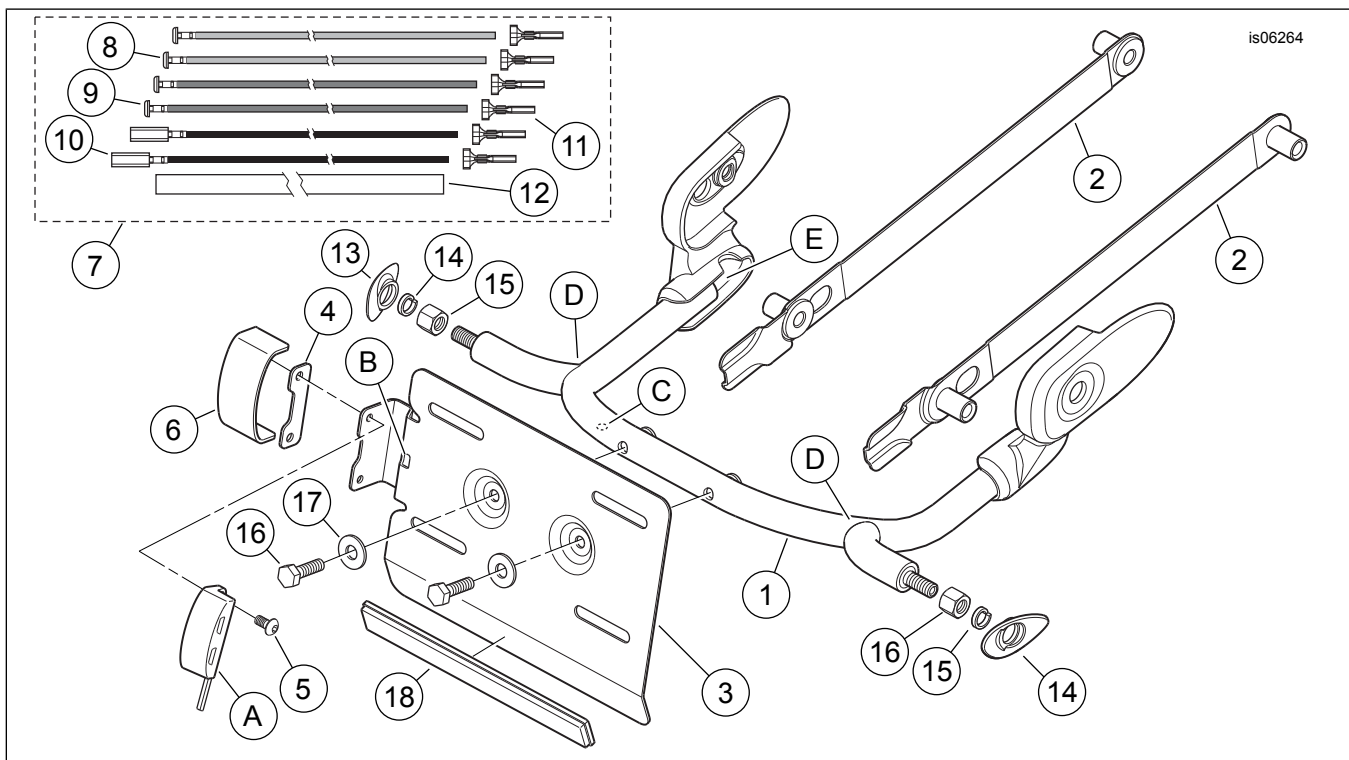

Figure 7. Pièces détachées, kit de repositionnement de feu arrière/de stop/de direction arrière Dyna
17. Introduire la borne du **nouveau** fil noir (10) dans la cavité à l'arrière du réflecteur (5) jusqu'à ce qu'elle se mette en place avec un déclic. Acheminer le fil bleu (12) et le fil violet (11) dans le centre du réflecteur (5) et le ressort (7) et introduire les bornes à bouton dans les fentes et les cavités correctes de la douille d'ampoule (6) du réflecteur.
20. Voir Figure 7. Prendre le tubage protecteur (12) du kit et le couper en deux morceaux de même longueur.
- Voir Figure 7. Prendre deux **nouveaux** fils à terminaison du kit, un noir (10) et un bleu (8). Les deux fils violets (9) peuvent être jetés.
- Voir Figure 7. Placer une rondelle-frein (14) sur l'un des goujons filetés sur l'ensemble soudé de repositionnement de feu de direction. Placer un couvercle chromé encastré (13) sur le goujon dans l'orientation indiquée.
17. Introduire la borne du **nouveau** fil noir (10) dans la cavité à l'arrière du réflecteur (5) jusqu'à ce qu'elle se mette en place avec un déclic. Acheminer le fil bleu (11) dans le centre du réflecteur (5) et le ressort (7) et introduire la borne à bouton dans la fente et la cavité de la douille d'ampoule de réflecteur (6).